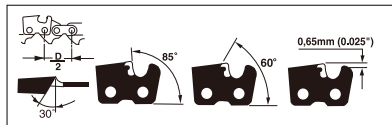
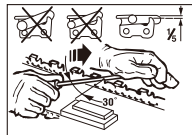

Fig. 21
Fig. 22
**KÆDESLIBNING** - Kædehøjden (Fig. 21) er 3/8" LoPro x .050". Brug beskyttelseshandsker og en rund fil  $\varnothing 4\text{mm}$  (5/32") til at slibe kæden med.
Sørg altid for at slibe skærene med ydre strøg (Fig. 22), og hold øje med værdierne i Fig. 21.